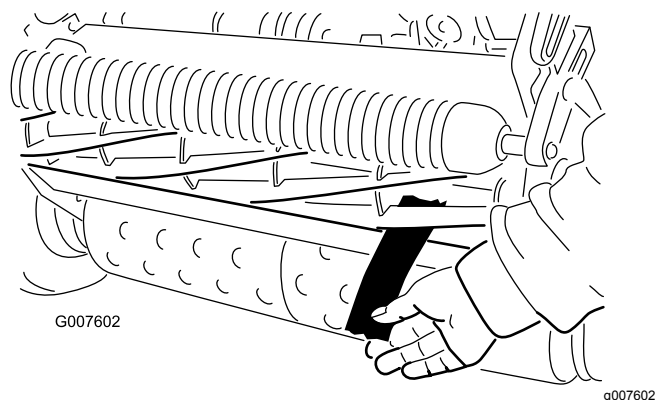

Figura 48
12. Teste o desempenho de corte inserindo uma fita comprida de desempenho de corte entre o cilindro e a lâmina de corte, perpendicular à lâmina (Figura 48). Lentamente rode o cilindro para a frente; deve cortar o papel.